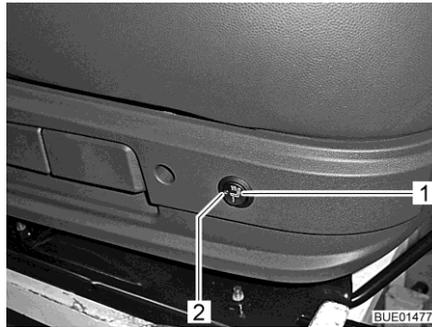

Bild 35 Schalter für Sitzheizung
- Schalter (Bild 35,1) hinten an der linken Seite der Sitzkonsole drücken.
Wenn die Sitzheizung arbeitet, leuchtet die LED (Bild 35,2).
- Schalter (Bild 35,1) in Mittelstellung schalten. Die LED erlischt.